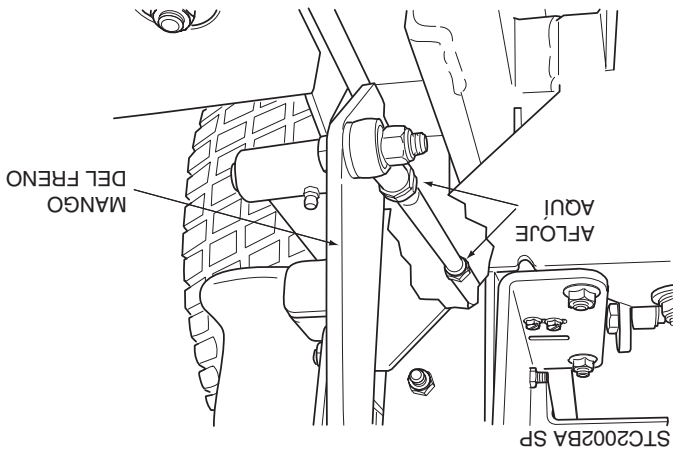

Figura 6-1. Ajuste de freno
4. Gire el perno en el fondo de la palanca del accionador de freno hasta que se alcance la medida de 1/8" y apriete la contratuercas en la horquilla con ojales en la varilla del accionador de freno. (Vea la Figura 6-2). Si la medida de 1/8" no puede alcanzarse ajustando la varilla del accionador de freno, ajuste la varilla de control del freno. Realice el ajuste alojando la contratuercas en ambos extremos de la varilla de control del freno y girando la varilla hasta alcanzar la distancia apropiada. (Vea la Figura 6-1).